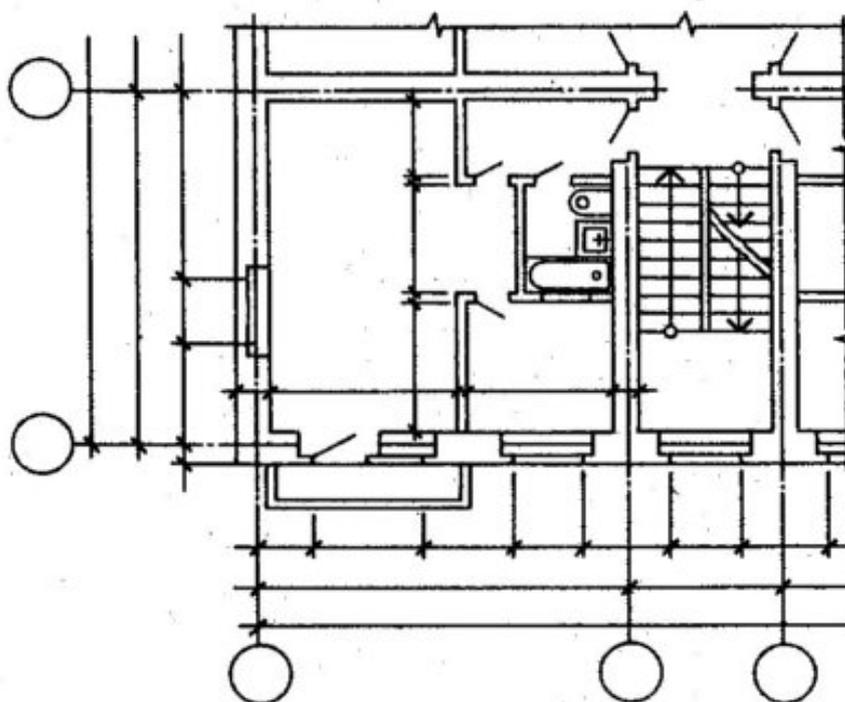

Рисунок 194 - Нанесение оконных и дверных проемов, лестниц и площадок
8) Показать открывание дверей и указать расположение лестниц с нанесением всех ступенек и площадок по ГОСТ 21.101-97(рисунок 194).
В соответствии с ГОСТ 21.101-97 и ГОСТ 21.501-93 (рисунок 194):